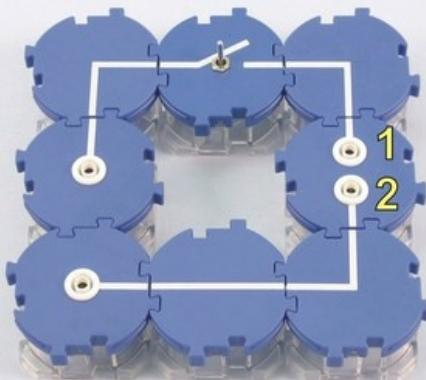
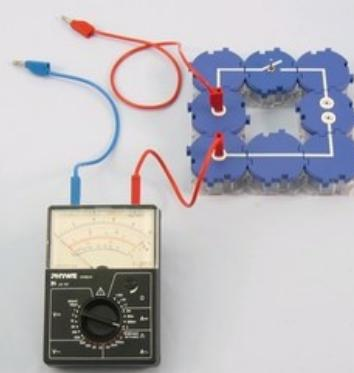

Fig. 1
Fig. 2
- Construis l'expérience conformément à la figure 1 et à la figure 2. Connecte l'ampèremètre directement au bloc d'alimentation afin de disposer de suffisamment de lignes de connexion. Choisis la plage de mesure de 3 A.